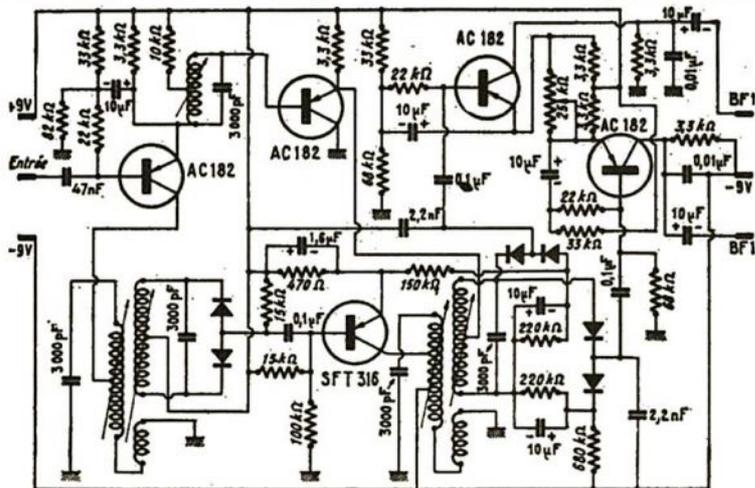

Fig. 4. — Schéma du module décodeur. Sortie indicateur stéréo
**La platine décodeur stéréophonique :** le schéma de cette platine est indiqué par la figure 4. Le décodeur est du type à détection